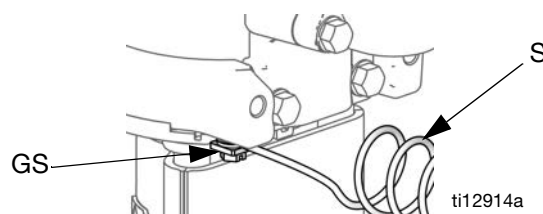

FIG. 2. Vis et fil de mise à la terre
1. Pompe : Voir la FIG. 2. Vérifiez si la vis de mise à la terre (MS) est correctement fixée et serrée sur le moteur pneumatique. Raccorder l'autre extrémité du fil de terre (S) à une véritable prise de terre.